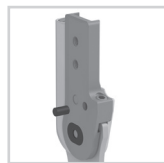

Fig. 20
- 8 Inserte el pasador para fijar la rosca por la parte trasera en el taladro (fig. 20).